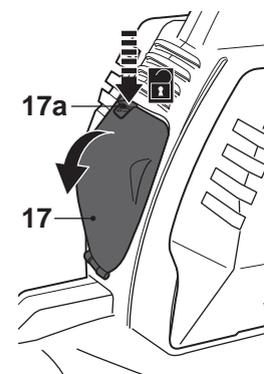

Fig. 32
- > Poussez le loquet [17a] vers le bas et déployez le capot de la bougie [17] (Fig. 32).